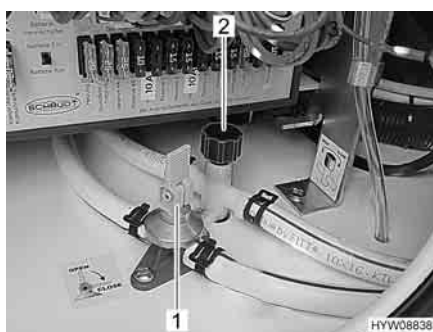

Fig. 128 Rubinetti di scarico
- Chiudere i rubinetti di scarico. Ruotare i coperchi (Fig. 128,2) in senso orario e posizionare la leva a bilanciere (Fig. 128,1) in posizione orizzontale.
- Aprire i rubinetti di scarico (Fig. 128,1 e 2). A questo scopo, ruotare il coperchio (Fig. 128,2) in senso antiorario e posizionare verticalmente la leva a bilanciere (Fig. 128,1).